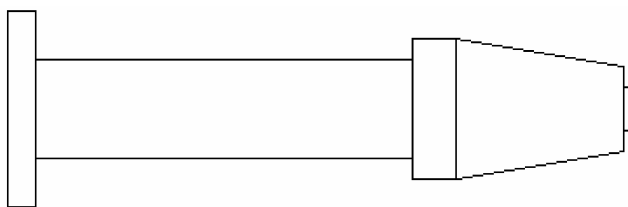

图 3-42 绘制槽
5) 绘制槽。在立即菜单中将【起始直径】设置为“16”，向右拖动光标，输入“3”后，按回车键，操作结果如图 3-42 所示。